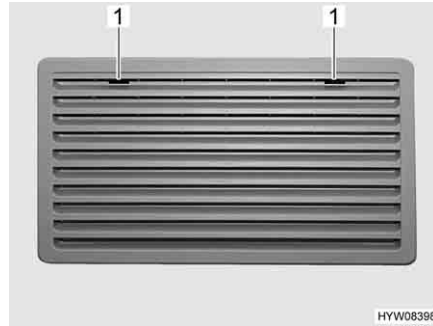
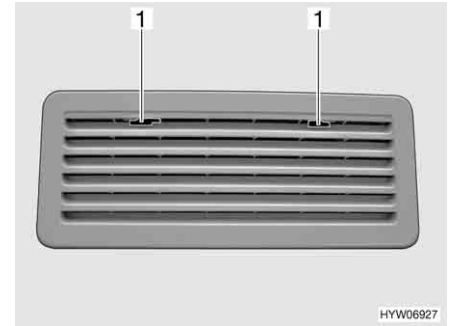

Bild 214 Kühlschrank-Lüftungsgitter
Bild 215 Kühlschrank-Lüftungsgitter
- Arretierung (Bild 214,1 oder Bild 215,1) zur Mitte schieben.